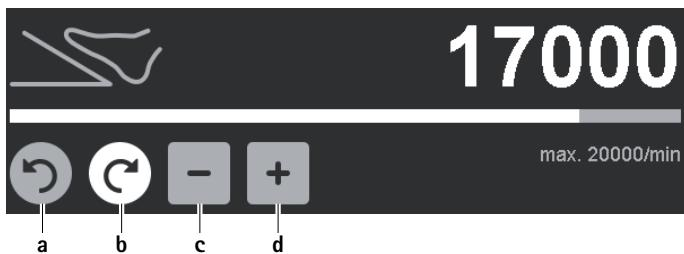

Fig. 6 Alterar o limite superior da gama de rotações/sentido da rotação
- Alterar o sentido de rotação: Premir seletor do sentido da rotação para a direita/para a esquerda, inativo, cinzento a/b, ver Fig. 6.